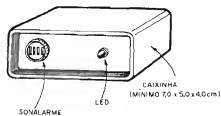

Fig. 6
- **FIG. 6 - UMA CAIXINHA "JEITOSA" PARA A AMU** - Se o Leitor/Hobbysta optar pelo uso dos alarmes sonoro e visual ("Sonalarme" e LED...), uma acomodação como sugerimos na figura dará ótimo resultado estético e prático, de modo que o **contêiner** possa ser fixado sob (ou **no**...) painel do veículo, em ponto onde a vi-